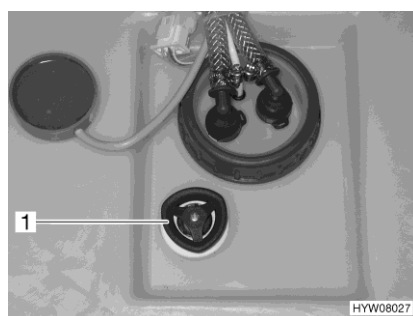

Fig. 152 Poignée tournante (réservoir d'eau)
- Faire tourner à fond dans le sens des aiguilles d'une montre la poignée tournante (Fig. 152,1) située sur le réservoir d'eau.
- Sur le réservoir d'eau, faire opérer 3/4 de tour à la poignée tournante (Fig. 152,1) dans le sens inverse des aiguilles d'une montre. L'eau s'écoule, env. 20 litres restent.
- Faire tourner la poignée tournante (Fig. 152,1) du réservoir d'eau à fond dans le sens inverse des aiguilles d'une montre au-delà de la résistance pour ouvrir entièrement l'ouverture d'écoulement.